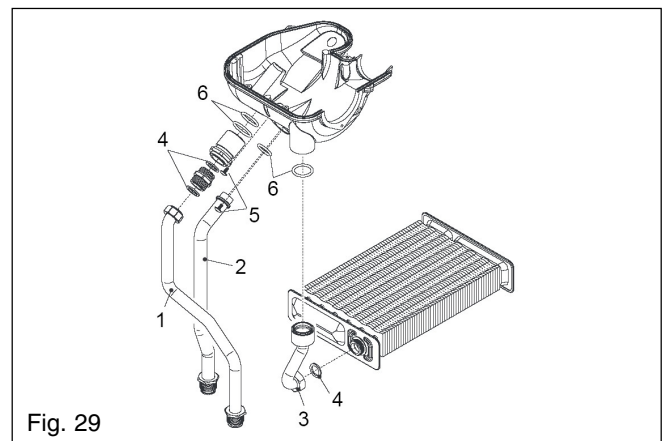

Fig. 29
**6.28.1 LATENT HEAT COLLECTOR fig. 29/30**